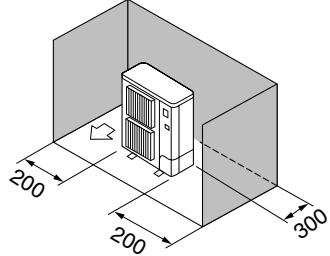

Fig. 2-4
③ Εμπόδια στην πίσω και στις δύο πλαϊνές πλευρές μόνο (Fig. 2-4)